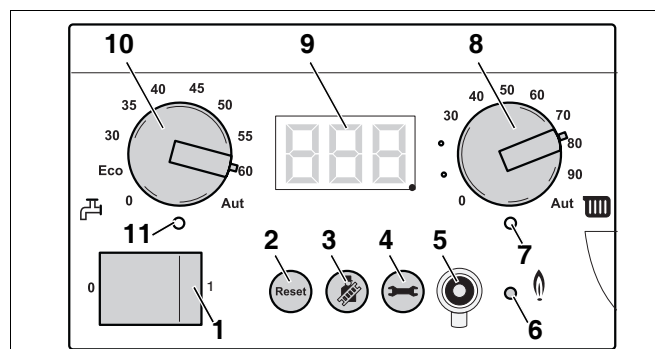

Fig. 92 BC10
- Wanneer de LED „Brander“ (→ fig. 92, [6], pag. 73) gaat branden, dient u één minuut te wachten totdat het cv-toestel op deellast brandt.